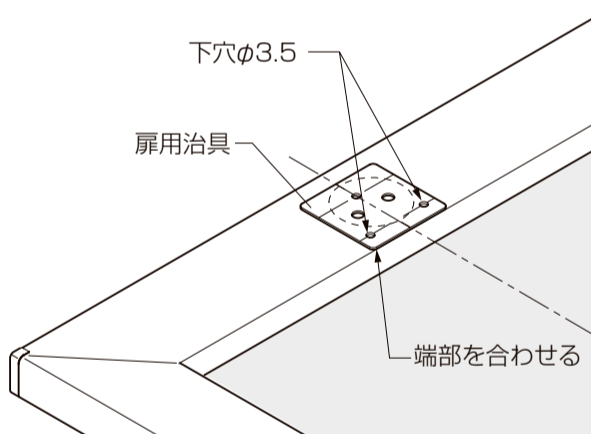

図2
- ②扉用治具を使用して裏面よりφ3.5の下穴をあけてください。(図2)